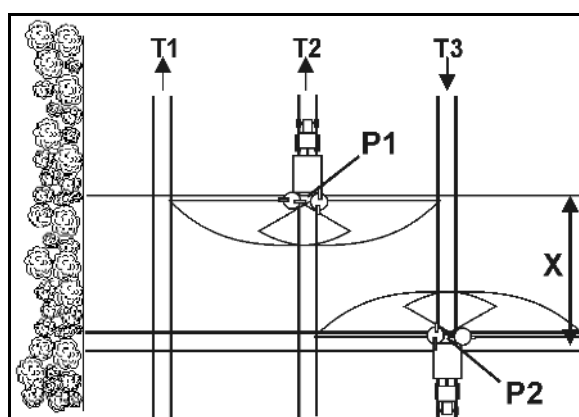

Рис. 103
- Откройте запорные заслонки при въезде на технологическую колею в точке P1 (Рис. 103), если распределяющие диски при прохождении участка X технологической колеи разворотной полосы были сняты.
- Закройте заслонку перед выездом с технологической колеи в точке P2 (Рис. 103), если распределяющие диски находятся на уровне первой технологической колеи разворотной полосы.